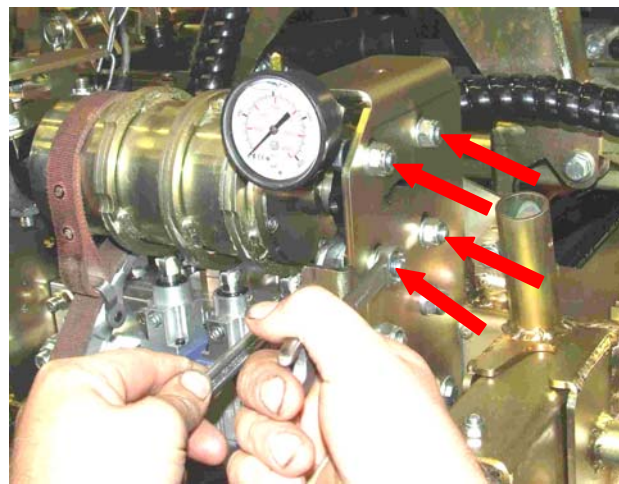

Fig.23
23. Kiristä kaikki 4 ruuvia rummun oikealla puolella → Fig. 23